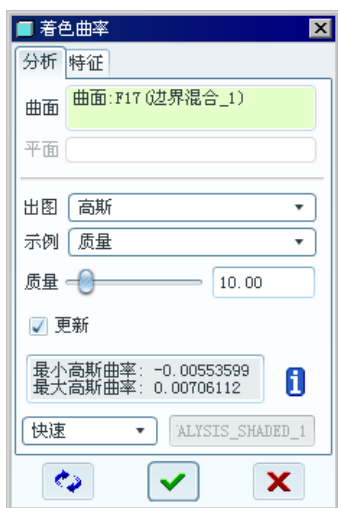
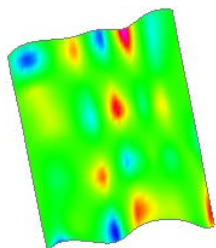
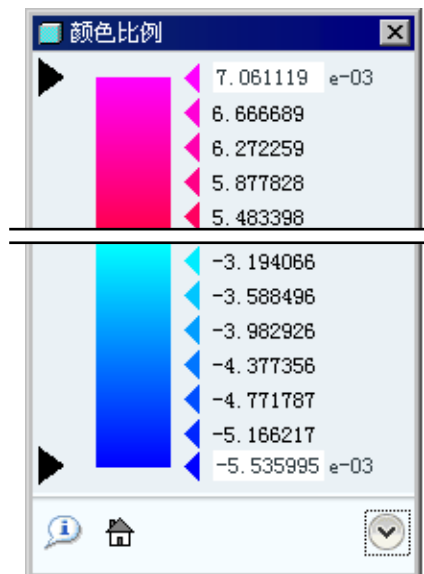

图 8.3.3 “着色曲率”对话框
图 8.3.4 要分析的曲面
图 8.3.5 “颜色比例”对话框
Step2. 选择下拉菜单 分析(A) → 几何(G) → 着色曲率(H) 命令。
Step3. 在图 8.3.3 所示的“着色曲率”对话框中, 打开[分析]选项卡, 单击 曲面 文本框中的“选取项目”字符, 然后选取要分析的曲面, 此时曲面上呈现出一个彩色分布图 (如图 8.3.4 所示), 同时系统弹出“颜色比例”对话框 (如图 8.3.5 所示)。彩色分布图中的不同颜色代表不同的曲率大小, 颜色与曲率大小的对应关系可以从“颜色比例”对话框中查阅。